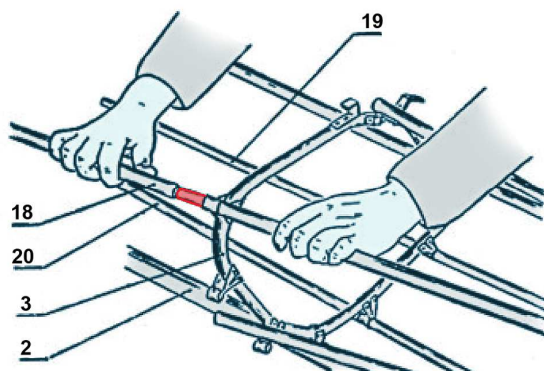

Рисунок 4.
3. К блоку штевня присоединяются длинные стрингеры 19, 20 и брусья привальные 18 (трубки с большим диаметром) (рис.4).